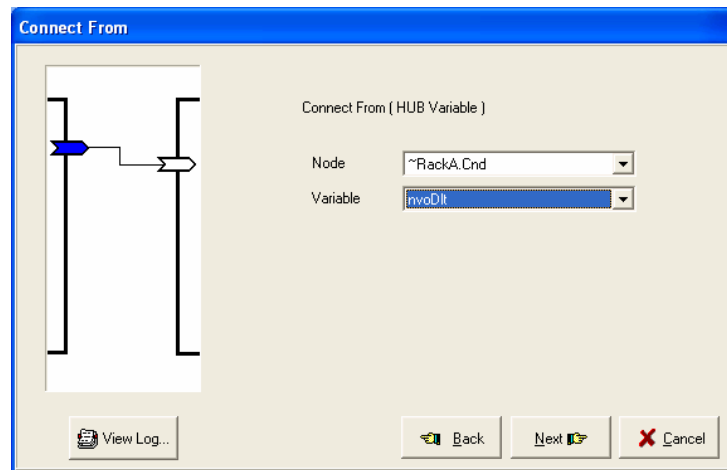

Figure 10 – Connexion provenant de...
- 7- Dans la liste déroulante **Node** de la boîte **Connect From** (Figure 10), sélectionner le nœud du contrôleur de condenseur (**~RackA.Cnd**).